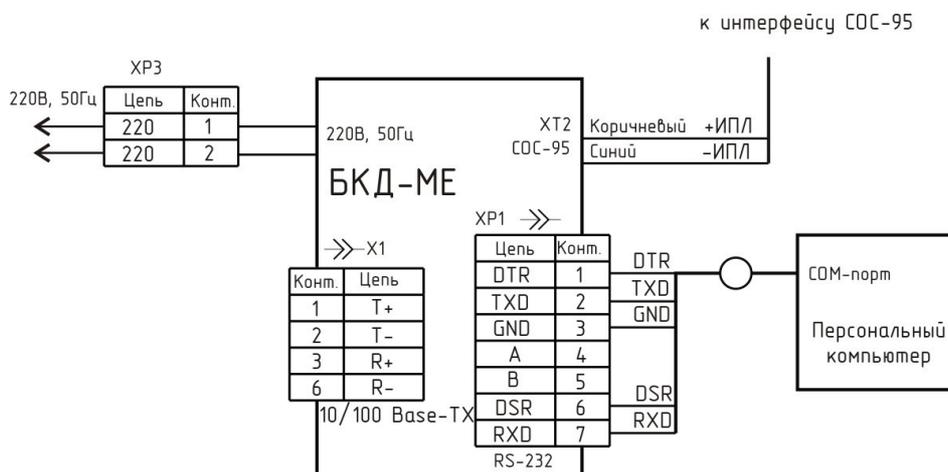

Рисунок 7
1) Подсоединить БКД-МЕ к СОМ-порту персонального компьютера с использованием соединителя «БКД-ЭВМ» ЭСАТ.685621.076 (рисунок 7).